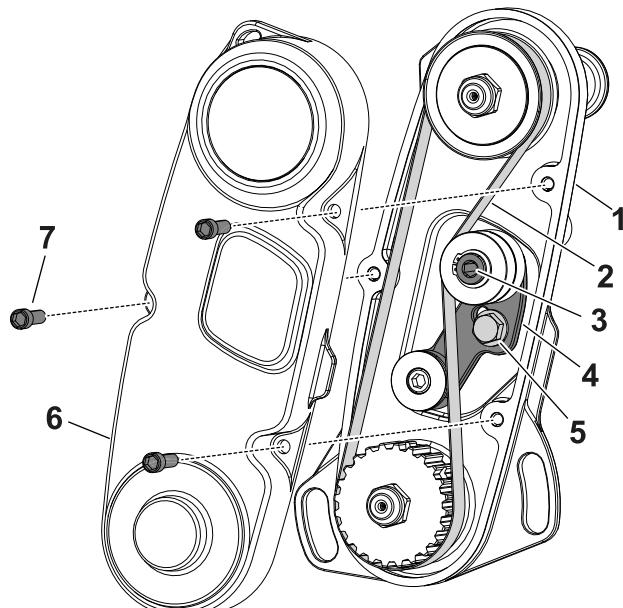

Figura 16
1. Retire la cubierta de la correa para exponer la correá (Figura 16).
2. Afloje el perno del brazo tensor y gire el brazo tensor (Figura 16) para liberar la tensión de la correá.
3. Retire la correá (Figura 16).
- Instale la correa y tensione la correa aplicando una fuerza de entre 6 y 7 N·m en el hexágono interno del brazo tensor, tal y como se muestra en la Figura 16.